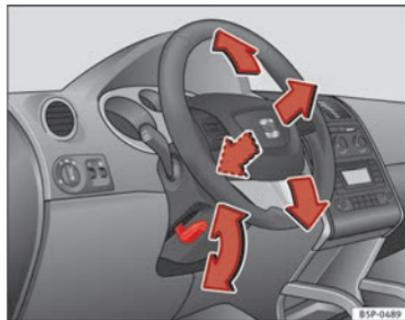

Fig. 137 Regulação da posição do volante
- Puxe para baixo a alavanca ⇒ Fig. 137 situada por baixo da coluna da direcção ⇒ ⚠.